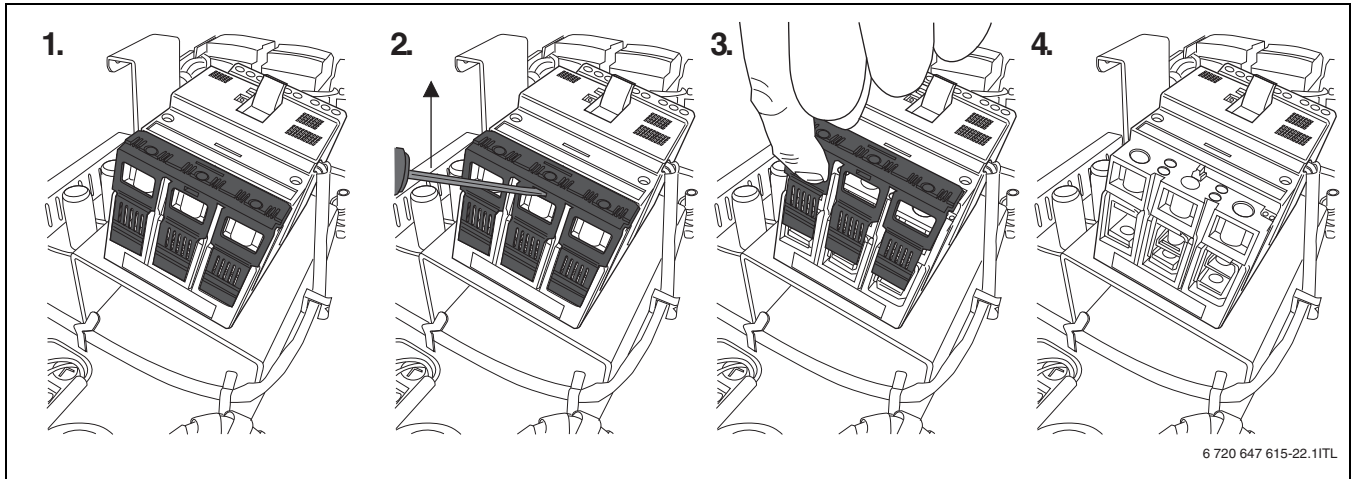
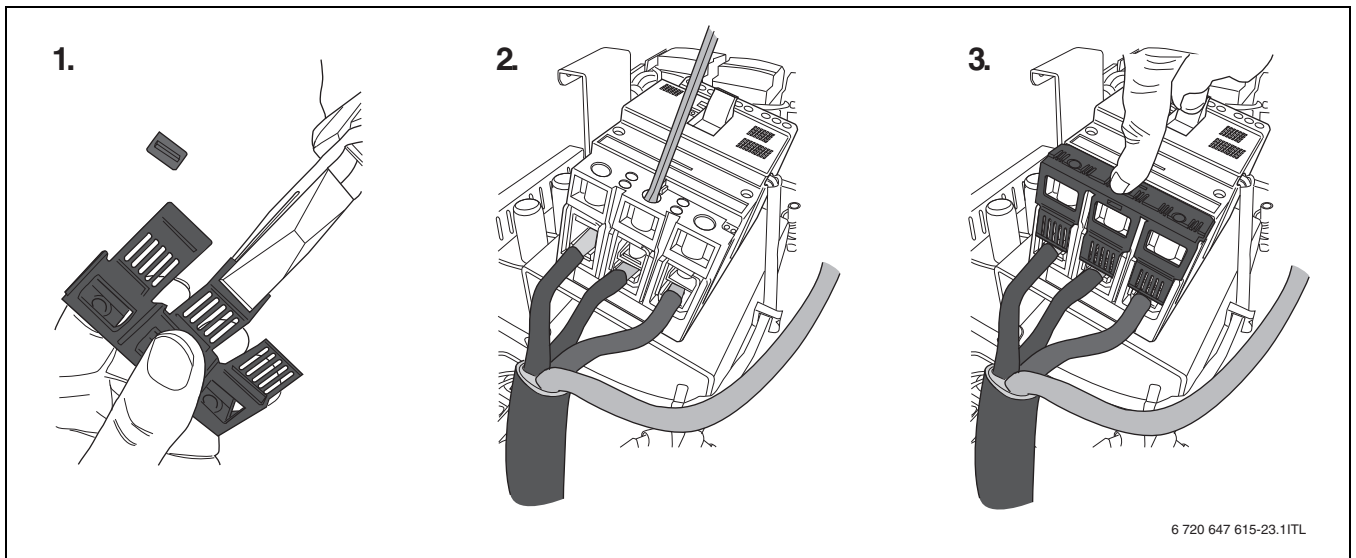

Рис. 9 Удаление защиты от касания на главном выключателе
Рис. 10 Подключение электрических проводов (36—60 кВт)
- ▶ Подключите провод к входным клеммам «L1, L2, L3» главного выключателя (→ рис. 9 и рис. 10).